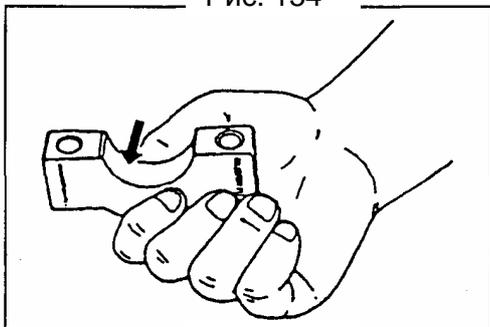

Рис. 155
- На крышке подшипника выгравирован серийный номер, как показано на рисунке (Рис. 155). При установке крышек подшипников на блок цилиндров, направьте метку в сторону шкива коленвала и разместите крышки подшипников в правильном порядке от «1» до «5». Затем затяните болты крышек подшипников необходимым моментом.